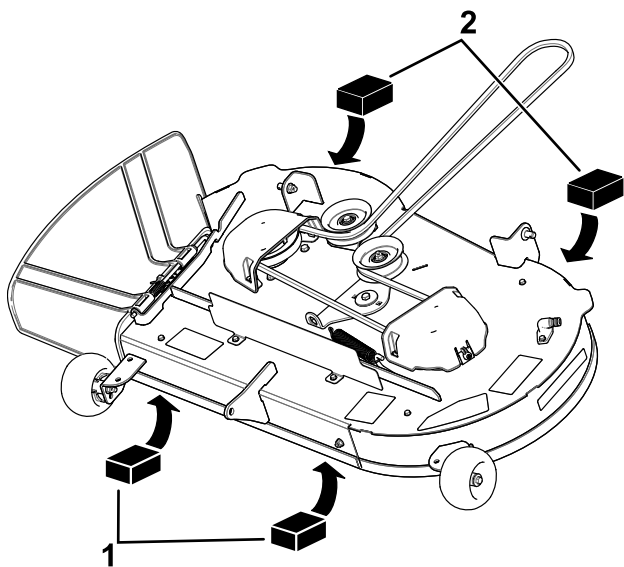
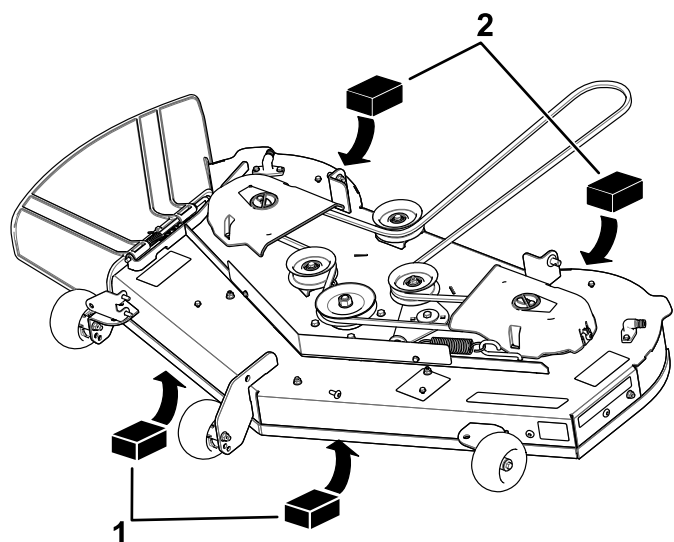

Figure 68
Figure 69
4. Placez deux cales de 6,6 cm (2⁵/₈ po) d'épaisseur chacune sous chaque côté du bord avant du tablier de coupe, mais pas sous les supports des galets anti-scalp (Figure 68 ou Figure 69).
5. Placez deux cales de 7,3 cm (2⁷/₈ po) d'épaisseur chacune sous le bord arrière de la jupe du tablier de coupe, une de chaque côté (Figure 68 ou Figure 69).